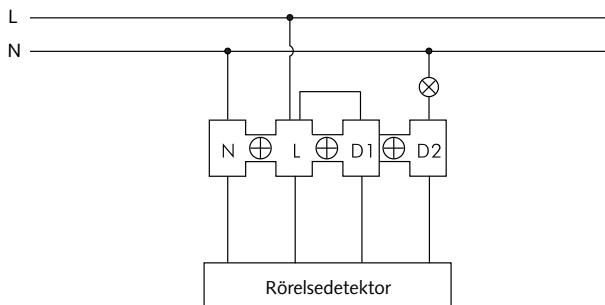
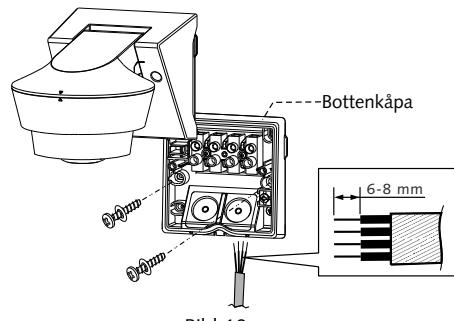

Bild 5
Bild 10
Normal drift för ljusstyrning (se bild 5)
3. Mata in elkablarna genom gummiträppan (se bild 8) och fölж illustrationen på bild 5 - 7 för korrekt anslutning, sätt sedan fast bottenkåpan på väggen eller taket med två skruvar (se bild 10).
- Fäst detektorhuvudet på bottenkåpan (se bild 10) och sätt detektorhuvudet i rätt läge.